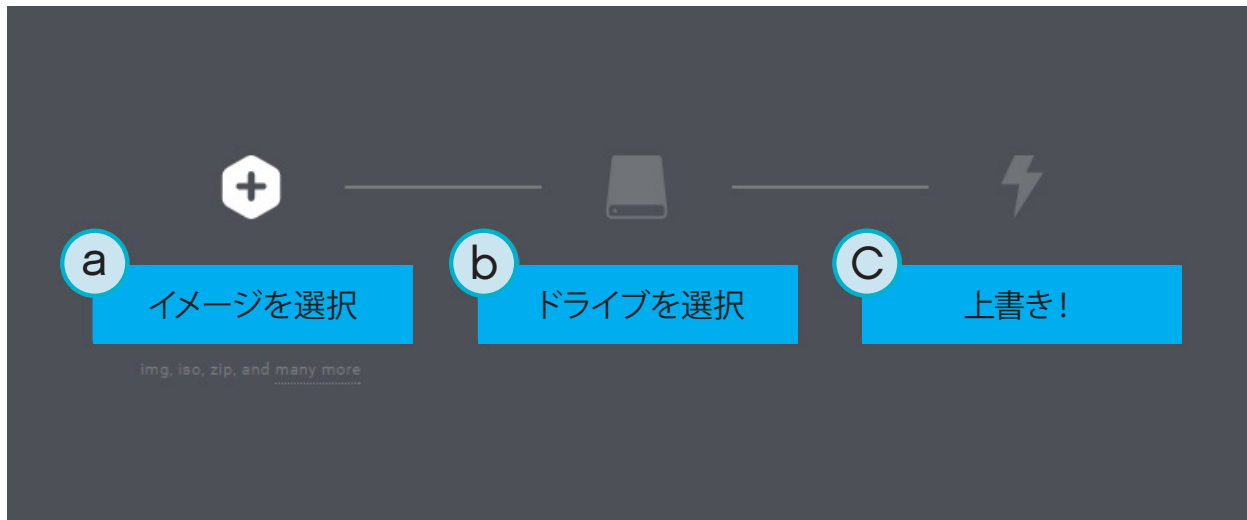

図 1.3: Etcherを使って EV3 MicroPython microSD カードイメージを上書きする
4. 書き込みツールを起動し、画面の手順に従って、ダウンロードしたファイルをインストールします。Etcherを使用する場合は、図 1.3 に示すように、以下の手順に従います。